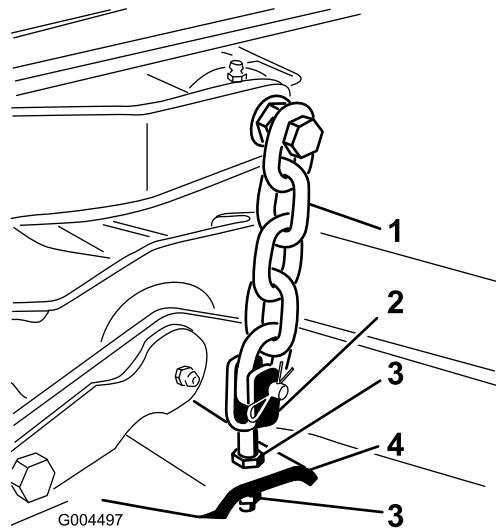

图24
8. 调节将剪草机轭/链条固定到剪草机的锁紧螺母直至剪草机达到水平图24。
7. 调节固定剪草机轭/链条的锁紧螺母以升高剪草机的后部以便刀片间距设定到 8mm 图24。